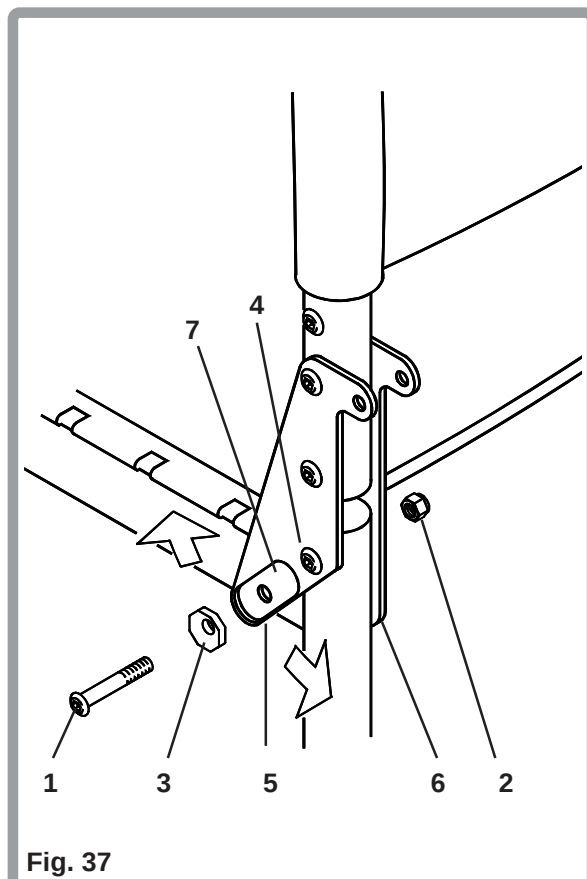

Fig. 37
Voor het afstellen van de hoek van de optima rugsteun (Fig. 37), verwijdt u de bout (1), moer (2) en afstelborgring (3). Gebruik een 4 mm inbussleutel en een 10 mm ringsleutel. Draai de schroef (4) zover los dat de afstelplaatjes (5-6) kunnen draaien. (Gebruik een 5 mm inbussleutel). Draai de afstelborgring rond tot de gewenste hoek bereikt is en plaats de borgring in de uitsparing (7) met alle gaten op één lijn. Plaats de inbusbout (1) en moer (2) terug en draai ze vast op een aanhaalmoment van 8-10 Nm. Draai de schroef (4) vast op een aanhaalmoment van 8-10 Nm.